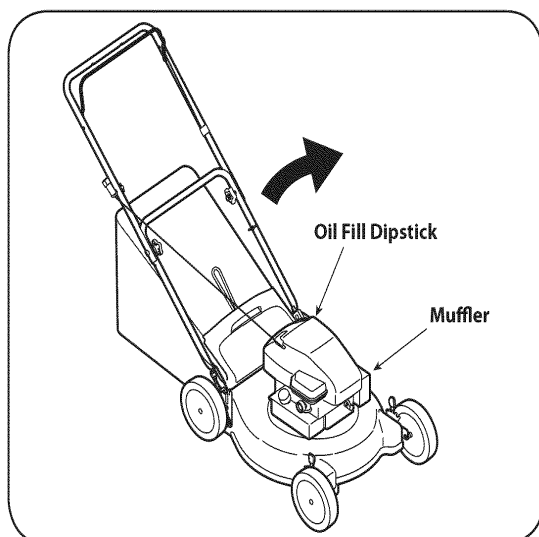

РИС.13
3. Выкрутите крышку маслоналивной горловины с щупом и слейте масло в контейнер, наклонив двигатель в сторону маслоналивной горловины (см. Рис. 13).
2. Поверните газонокосилку и поставьте ее на корпус стороной с глушителем вниз (см. Рис. 13). Удерживайте газонокосилку в данном положении.